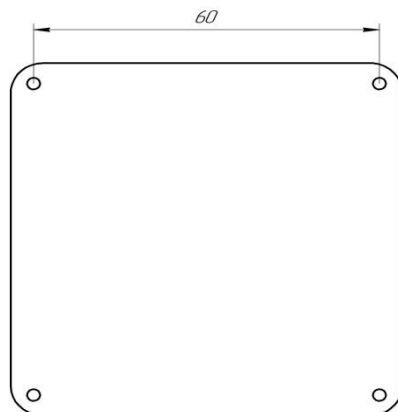

Рис.2 Расположение отверстий под крепление кулера
3. Выполните 3D модель прототипа «Решетка для кулера». Критерии: крепление решётки должно производиться на болты М4, расстояние крепежных отверстий указаны на Рис. 2, решетка не должна мешать работе кулера.